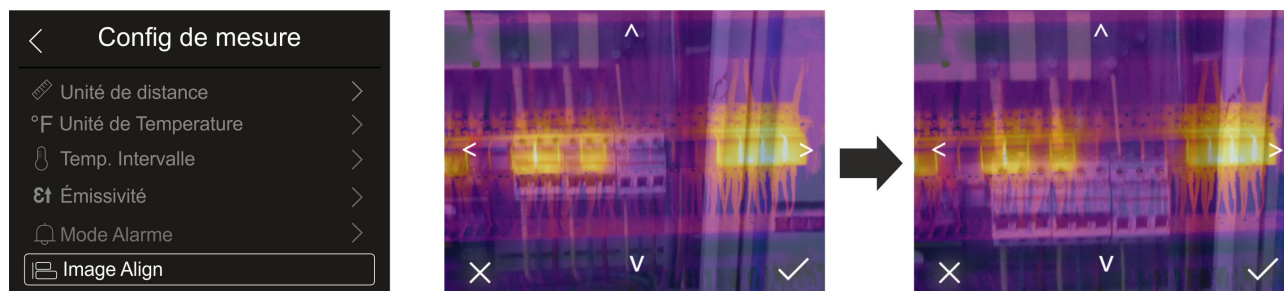

Fig. 29: Alignement des images sur l'écran
1. Appuyez sur l'élément «Image Align». La Fig. 29 – partie centrale s'affiche à l'écran où les deux images se superposent avec un faible niveau d'infrarouge.
2. Touchez les 4 flèches de l'écran pour que l'image IR soit superposée à l'image visible (voir Fig. 29 - partie droite)